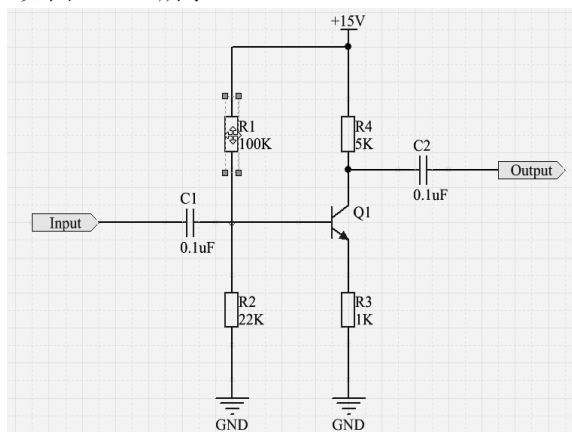

图 4-1-16 选择单一对象
(1) 选择单一对象。将鼠标指针移至任意对象上，单击即可选择该对象。例如，要选择电阻 R1，只需将鼠标指针移至电阻 R1 上，单击即可，如图 4-1-16 所示。